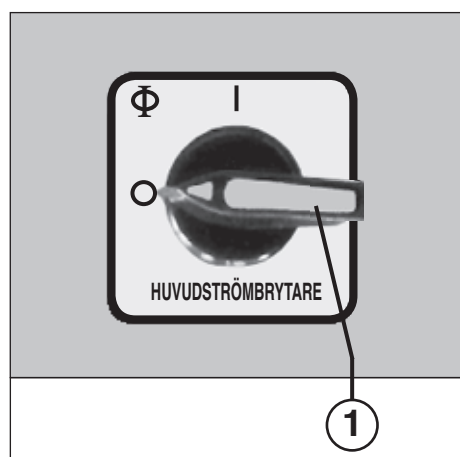

Fig. 1
Se till att maskinen är fränkopplad nattetid (huvudströmbrytaren (1) (fig. 1) i läge "0").